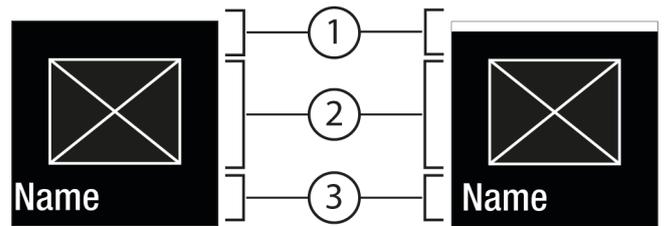
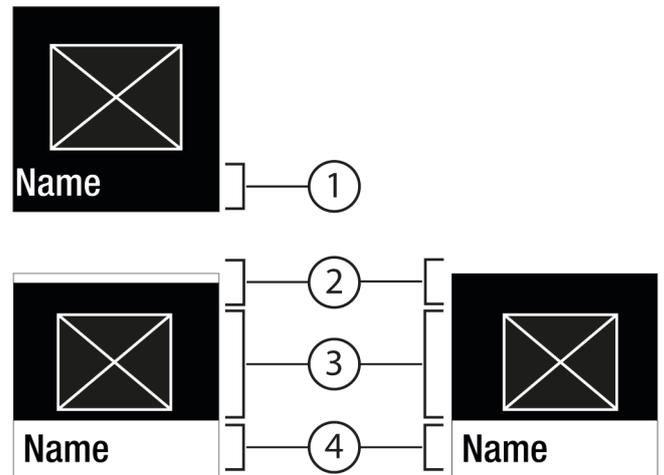

Fig. 6
Fig. 7
- Pomocou Potvrdiť Fig. 5 (2) vyvolajte podmenu Fig. 7 (4).
- Nastavenie novej hodnoty: Pomocou Potvrdiť Fig. 5 (2) vyberte deaktivovanú hodnotu Fig. 6 (1).
- Späť na menu: pomocou Potvrdiť Fig. 5 (2) vyberte už aktivovanú hodnotu Fig. 6 (2).
▷ Stav: aktivovaná *Fig. 6 (1)* sa krátko objaví v podmenu *Fig. 7 (4)*.